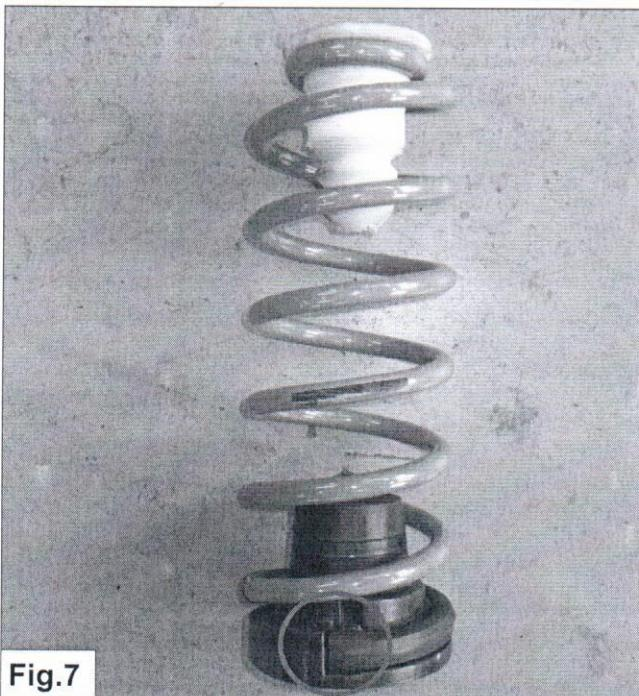

Fig.7
7. Plaats de meegeleverde buffer en onderschotel op de MAD veer. *Zie Fig.7.*
7. Fit the supplied bumpstop and spring seat on the MAD spring. *See Fig.7.*
7. Montieren Sie den mitgelieferten Puffer und den untere Federteller auf die MAD Feder. *Siehe Fig.7.*
1. Placez le tampon et la coupelle inférieure sur le ressort MAD. *Voir Fig.7.*
1. Montera genomslags gummit och det nedre fjädersätet på mad fjädern. *Se Fig.7.*
7. Coloque el tope y el disco inferior sobre el muelle MAD. *Ver Fig.7.*